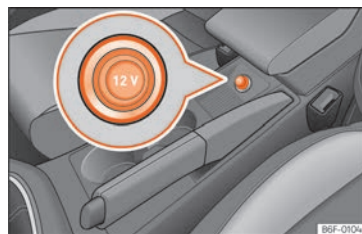

Fig. 126 Prise de courant avant.
- Retirez le cache de la prise de courant situé sur la console centrale » **fig. 126**.